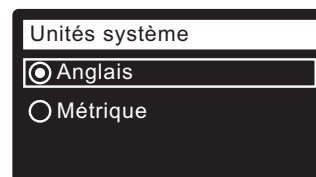

FIG. 26
9. **UNITÉS SYSTÈME** Passez à l'étape 10 si le cercle des unités souhaitées a déjà un point (cf. Figure 26). Sinon, appuyez sur le bouton BAS (▼) ou HAUT (▲) pour choisir les unités, puis sur le SÉLECTEUR (O) pour valider votre choix.
10. Appuyez sur le SÉLECTEUR (O) :